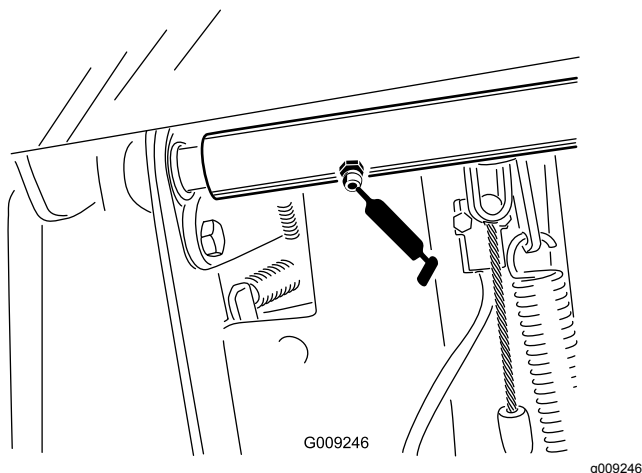

Figura 62
- 2 cuscinetti orientabili dell'albero del freno (Figura 62)